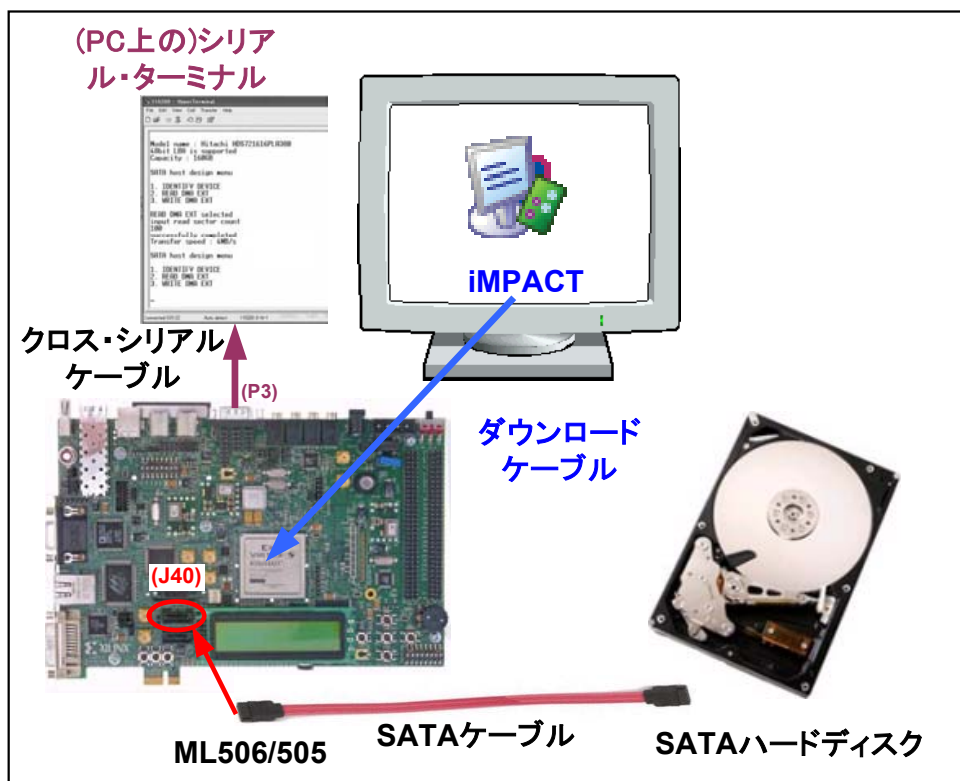

図 1: リファレンス・デザインのビットファイルによる実機評価環境
- ホスト向けリファレンス・デザインによる実機評価を行うためには下図 1 の環境が必要となります。